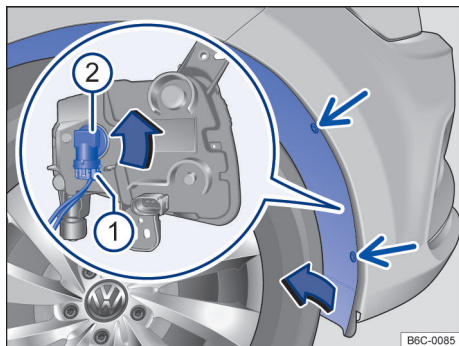

Fig. 132 Na caixa de roda dianteira: acesso à lâmpada da incandescente do farol de neblina.
2. Remover os parafusos de fixação do revestimento da caixa de rodas → Fig. 132 (setas) com o auxílio de uma chave de fenda.
5. Retirar o conector de alimentação da lâmpada → Fig. 132 , pressionar, ao mesmo tempo, a trava de fixação do conector.
6. Girar o soquete da lâmpada → Fig. 132 , no sentido anti-horário até o batente, e desencaixá-lo do alojamento.
13. Recolocar os parafusos de fixação → Fig. 132 (setas) e apertá-los.